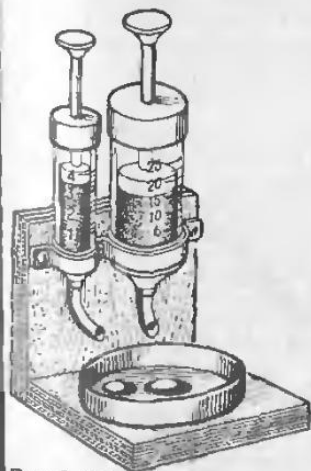

Рис.4. Дозатор для составления эпоксидного клея
- для хранения составляющих - смолы (шприц побольше) и отвердителя (шприц поменьше), смонтированных рядом на подходящей подставке. Соответствующее количество (по шкалам шприцев) составляющих клея выдавливается прямо в надлежащую емкость (рис.4). Такое простое устройство очень удобно, обеспечивает высокое качество составляемой смеси и позволяет заметно сократить расход ее компонентов.